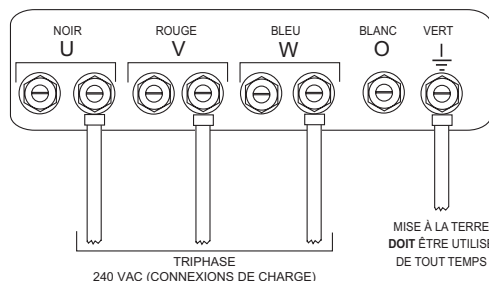

Figure 17. Cosses UVWO Connexions triphasées de 240 volts
2. Connectez les fils de charge aux bornes UVWO comme indiqué sur la figure 17 Figure 17.